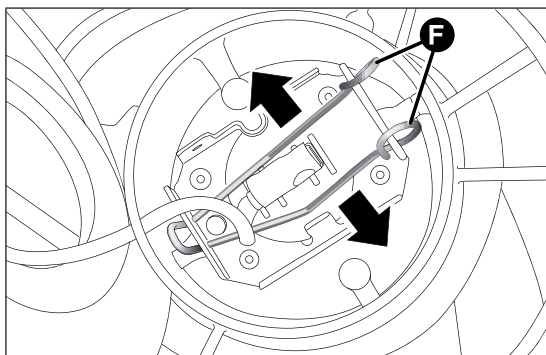

fig. 133
- ❑ détacher les agrafes F fig. 133 en les enlevant vers l'extérieur ;